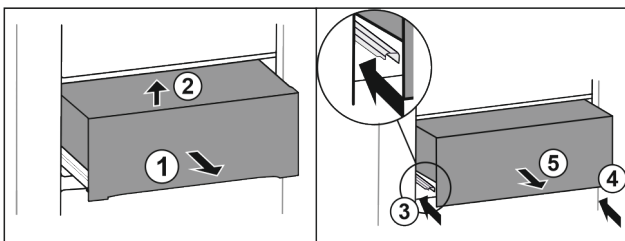

Fig. 28
- ▶ Schuiflade er half uitschuiven Fig. 28 (1).
- ▶ Aan voorzijde optillen Fig. 28 (2).
- ▶ Linker rail erin schuiven Fig. 28 (3).
- ▶ Rechter rail erin schuiven Fig. 28 (4).
- ▶ Lade er naar voren uitnemen Fig. 28 (5).